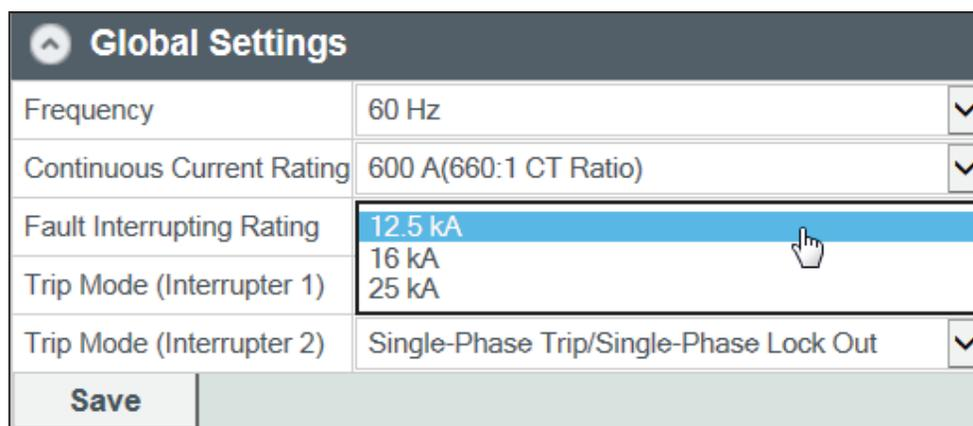

Figura 28. Seleccione la capacidad del Interruptor de Falla desde el menú de Global Settings.
PASO 1. En el menú de **Global Settings (Ajustes Globales)**, seleccione **Interrupter Rating (Capacidad del Interruptor)** para que coincida la capacidad del interruptor de la lista con la placa de datos del interruptor de distribución. Vea la Figura 28.